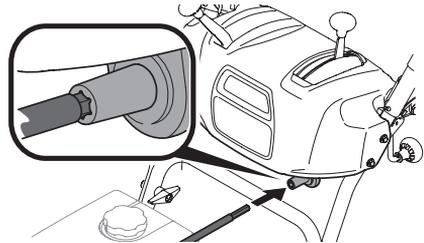

Figura 30
- Modelos con Rotación Superior - Inserte el extremo hexagonal del eje flexible en el acoplamiento de la varilla de control del canal debajo del panel de la manija (Figura 30).